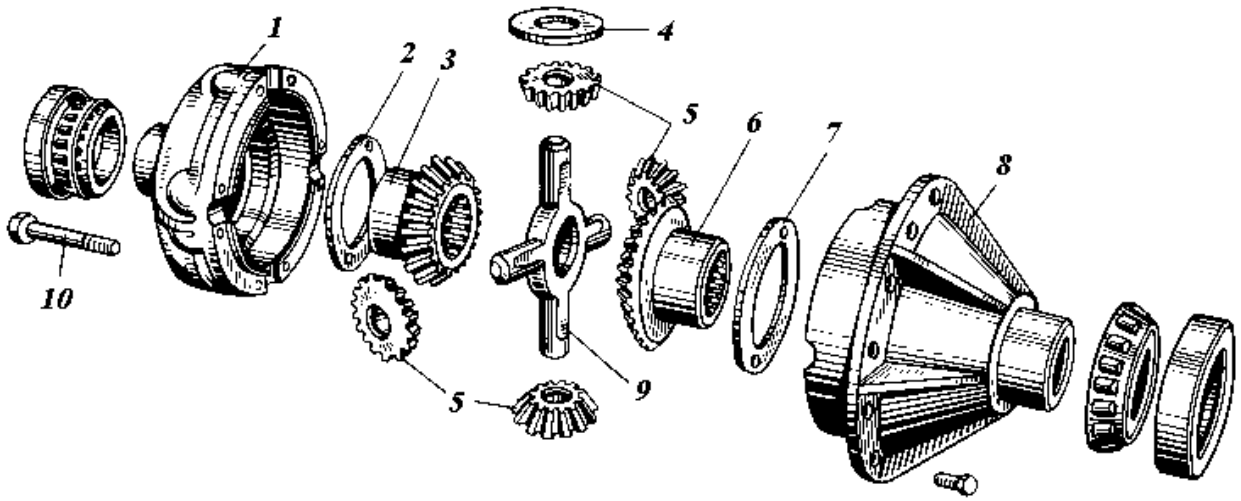

Рис.2. Дифференциал
### 11. ПОЗИЦИИ НА РИС. 2
13. ПОРЯДОК ПЕРЕДАЧИ КРУТЯЩЕГО МОМЕНТА ЧЕРЕЗ ДИФФЕРЕНЦИАЛ (Рис. 2)